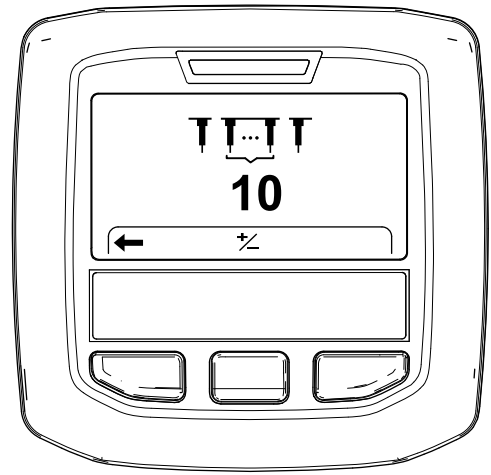

Bild 50
- Drücken Sie die rechte InfoCenter-Taste, um den Bildschirm zum „Einstellen der Anzahl der Tines“ anzuzeigen (Bild 50).